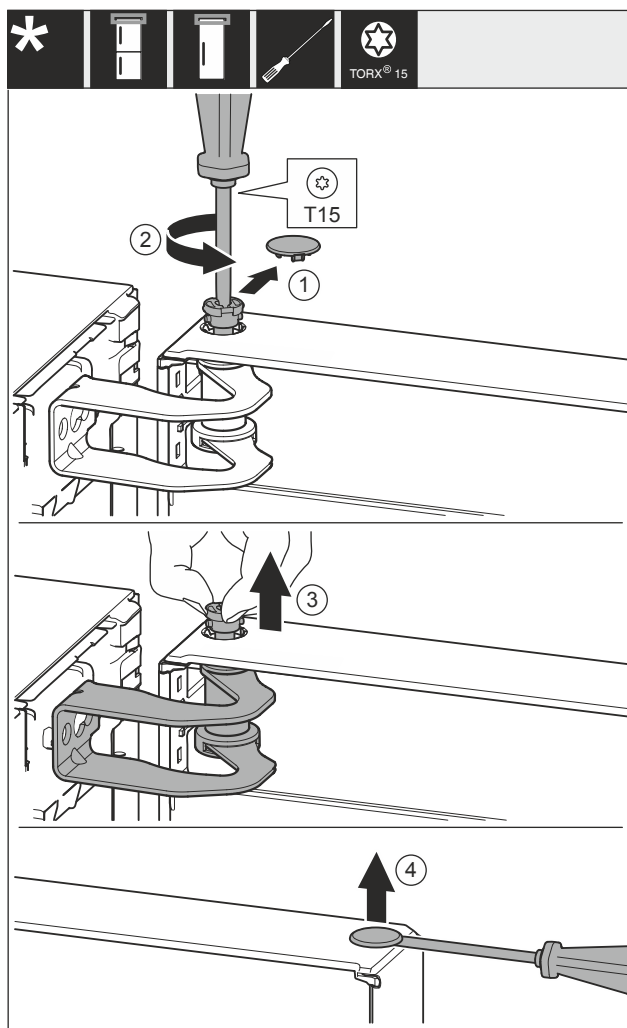

Fig. 13
- ▶ 小心地移除盖板 Fig. 13 (1)。
- ▶ 用螺丝刀拧下一枚螺栓 Fig. 13 (2)。
- ▶ 用手指拔出螺栓 Fig. 13 (3)。
- ▶ 用螺丝刀小心地抬起并移除盖板 Fig. 13 (4)。